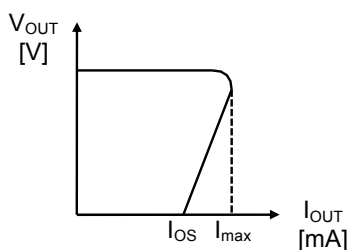

図19
短絡時の大電流による素子の破壊を防ぐために、短絡保護回路が内蔵されています。その出力短絡電流は約70 mAに内部で設定されています。短絡保護回路は、入力電圧 (V_{IN}) によって図19 ~ 21に示すように3種類の特性があります。
- (1) 検出時は、ボルテージレギュレータがオフして、負荷電流が遮断されるため、VIN端子の電圧は、R_{IN}に流れていた電流をI_{IN}とすると、 $\Delta V_{IN} = I_{IN} \times R_{IN}$ 分上昇します。したがって、検出直後は ΔV_{IN} がヒステリシス幅 (V_{HYS}) を越えていると常時発振してしまいますので、 ΔV_{IN} がV_{HYS}以下となるように設定する必要があります。
- (2) 解除時は、ボルテージレギュレータがオンして、負荷電流が流れるため、解除直後は ΔV_{IN} がヒステリシス幅 (V_{HYS}) を越えていると常時発振してしまいますので、検出時と同様に ΔV_{IN} がV_{HYS}以下となるように設定する必要があります。また、 ΔV_{IN} がV_{HYS}を越えないように設定しても、解除時は出力コンデンサ (C_{OUT}) をチャージするラッシュカレントが流れ、ボルテージレギュレータの出力 (V_{OUT}) が所定の電圧に達するまで一時的に発振します。一時的な発振がアプリケーション上問題であれば、ラッシュカレントは短絡保護回路が働いて電流量は図19 ~ 21のI_{MAX}以下となりますので、 $R_{IN} < \frac{V_{HYS}}{I_{MAX}}$ とすることにより発振は防止できます。